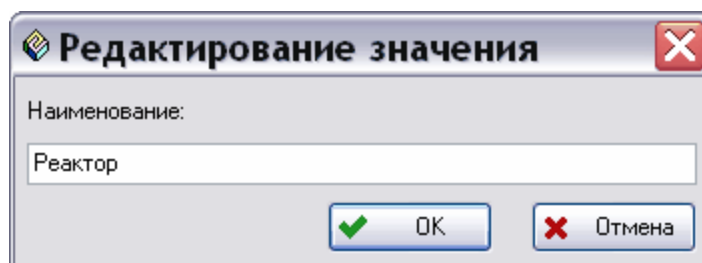

Рис. 23
4. В появившемся окне **Редактирование значения** введите значение наименования документа и нажмите **Ok** (Рис. 23).